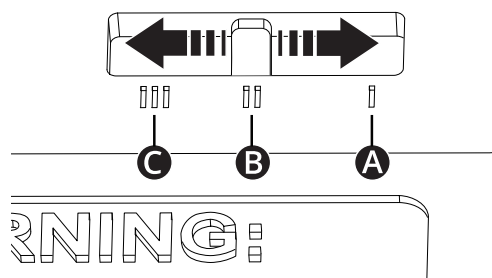

Bild 7. Skjut omkopplaren till rätt läge.
8. Använd det medföljande konfigurationsverktyget för att ändra konfigurationen genom att skjuta omkopplaren till rätt läge för de batterier som är avsedda för elrullstolarna, se bild 7.